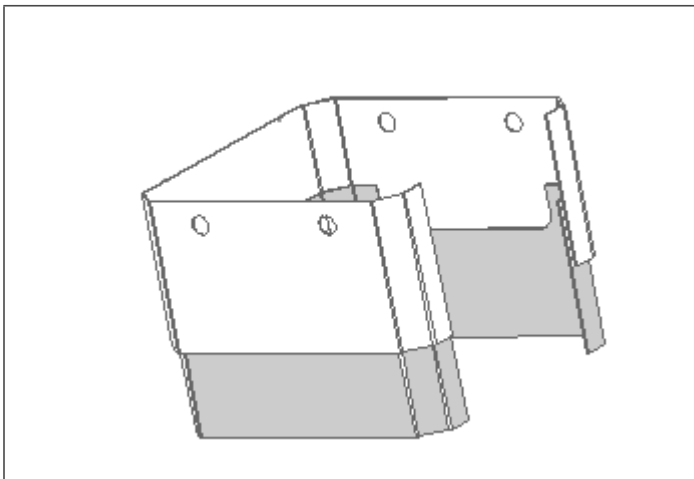

Figura 26: Cubiertas De Patas
2. Coloque la pieza más corta, con los cortes hacia arriba, dentro de la pieza más ancha, con la parte abierta de las dos piezas hacia atrás (figura 26).
1. Quite las cubiertas de las patas deslizando la pieza exterior de la cubierta de la pata hacia abajo, desenganchando las muescas extruidas de la base de aluminio (vea la Figura 26 en la página 27).